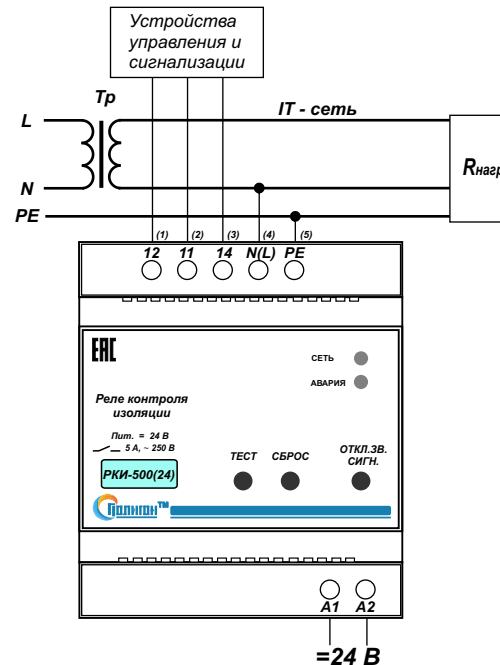

Рис.1. Типовая схема подключения блока РКИ-500 (24) к однофазной сети.
4.3. Произвести подключение реле контроля изоляции РКИ-500 согласно маркировке (рис. 1,2,3.): N(L) - нейтраль (фаза